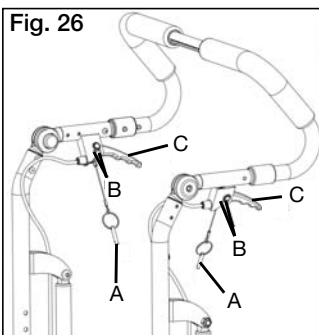

Fig. 26
1. Destrahe el sistema antes de realizar ajustes de reclinación ó inclinación, extrayendo el pin de bloqueo (Fig. 26:A) del orificio de bloqueo (Fig. 26:B) a cada lado del gatillo de reclinación.
3. Sostenga las manijas firmemente y lentamente suelte ambos gatillos de reclinación (Fig. 26:C) al mismo tiempo para liberar los cilindros de gas. Esto le permitirá ajustar la posición del espaldar de la siguiente manera:
5. To lock the system, insert the locking pin (Fig. 26:A) into the locking pin hole (Fig. 26:B). It is recommended that you always lock both reclining backrest triggers when you are done positioning the patient.